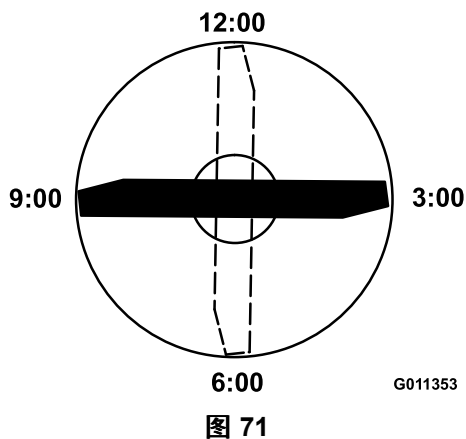

图 71
3. 将刀片带标记一端的刀刃放在 12 点钟位置剪草方向的正前方并测量从桌面到刀片刀刃的高度 图 71。
4. 将刀片的标记端旋转至 3 点钟和 9 点钟位置并测量高度 图 71。